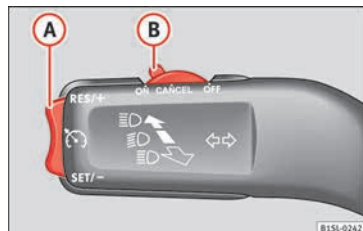

Fig. 34 Voir emplacement aux pages 7
- Connecter le GRA : déplacez le contacteur » » fig. 34 ① sur **ON**. Le système s'allume. Étant donné qu'aucune vitesse n'a été programmée, le système ne règle pas la vitesse.
- Activer le GRA : appuyez sur le bouton » » fig. 34 ② dans la zone **SET/-**. La vitesse fixée est alors mémorisée et maintenue.
- Déconnecter le GRA temporairement : déplacez le contacteur » » fig. 34 ① sur **CANCEL** ou appuyez sur la pédale de frein. Le réglage est désactivé temporairement.
- Reconnecter le GRA : appuyez sur le bouton » » fig. 34 ② sur **RES/+**. La vitesse mémorisée sera de nouveau enregistrée et réglée.
- Augmenter la vitesse programmée pendant le réglage du GRA: appuyez sur le bouton ② sur **RES/+**. Le véhicule accélère jusqu'à la nouvelle vitesse enregistrée.
- Réduire la vitesse programmée pendant le réglage du GRA: appuyez sur le bouton ② sur **SET/-** pour réduire 1 km/h (1 mph). La vitesse est réduite jusqu'à atteindre la nouvelle vitesse enregistrée.
- Déconnexion du GRA: déplacez le contacteur » » fig. 34 ① sur **OFF**. La vitesse mémorisée est effacée et le système est déconnecté.